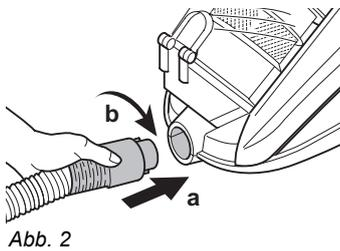

Abb. 2
1. Stecken Sie den Saugschlauch-Adapter in die Saugschlauch-Aufnahme (Abb. 2/a). Achten Sie beim Einstecken auf die richtige Lage der Nasen am Adapter. Verriegeln Sie den Adapter durch Drehen im Uhrzeigersinn bis zum Anschlag (Abb. 2/b).